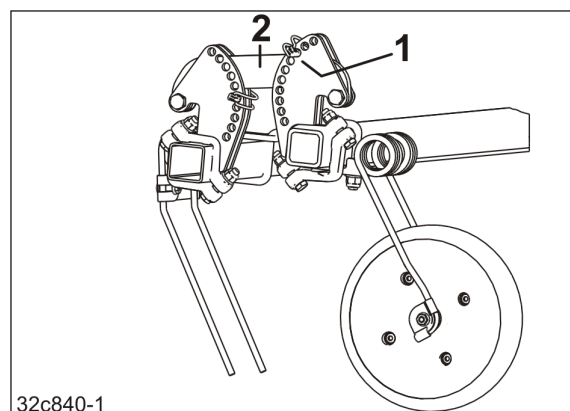

Fig. 196
3. Indstillingen af harvetændernes arbejdsdybde finder sted ved at sætte rørringsplitten (Fig. 196/1)
- o i over armen (Fig. 196/2)
Arbejdsdybden bliver større, jo længere nede rørringsplitten (Fig. 196/1) sættes i justeringsdelen.